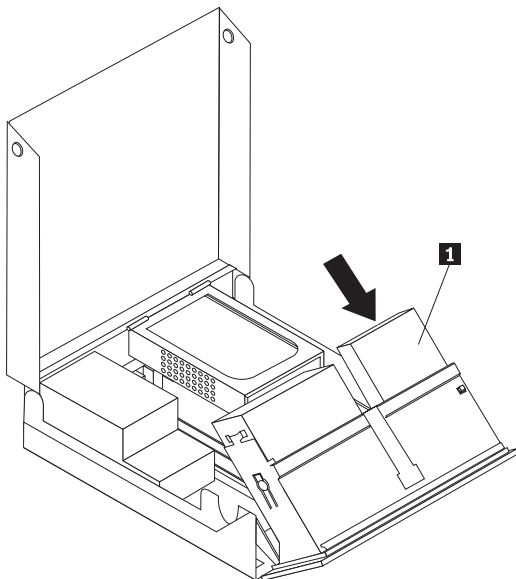

Рисунок 14. Установка нового дисковода
8. Поставьте на место новый дисковод **1**, проведя его через заднюю часть отсека дисководов, и закройте замок дисководов **1**. Смотрите раздел рис. 14.